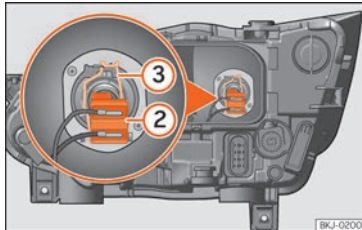

Fig. 105 Dans le compartiment moteur : ampoule des feux de croisement.
- Retirez le connecteur »» fig. 105 ② de l'ampoule.
- Décrochez le ressort entrebâilleur »» fig. 105 ③ en le pressant vers l'intérieur et vers la droite.